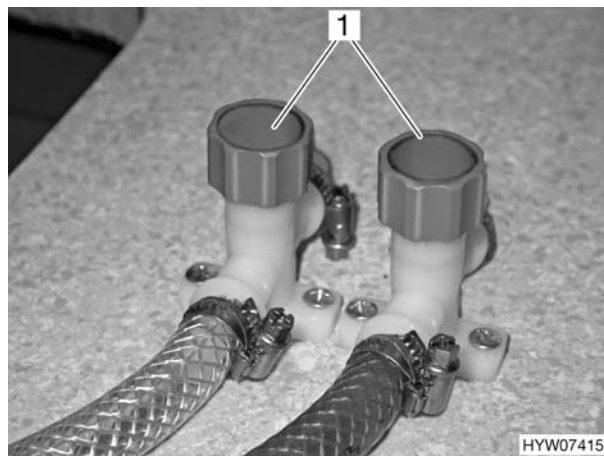

Fig. 179 Rubinetti di scarico sui modelli senza doppio fondo
- Chiudere i rubinetti di scarico: ruotare completamente i cappelletti dei rubinetti (Fig. 179,1 oppure Fig. 180,1) in senso orario. L'ubicazione dei rubinetti di scarico è riportata nella tabella delle "Posizione dei rubinetti di scarico" alla fine del presente capitolo.
- Girare in senso antiorario i cappelletti delle valvole (Fig. 179,1 o Fig. 180,1).